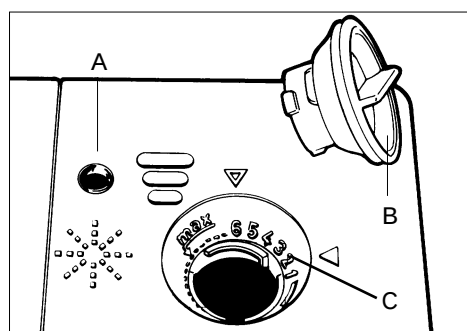

fig. 5
- Ouvrir le distributeur de lustrant de rinçage (voir fig. 5) situé sur la face intérieure de la porte, à côté du distributeur de détergent.